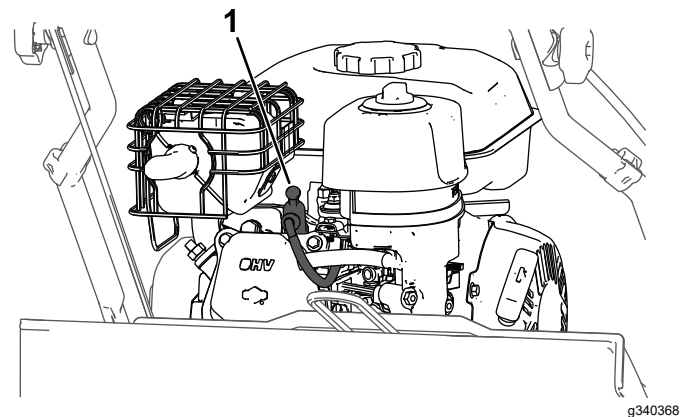

Figura 17
2. Deconectați cablul de la bujie (Figura 17).